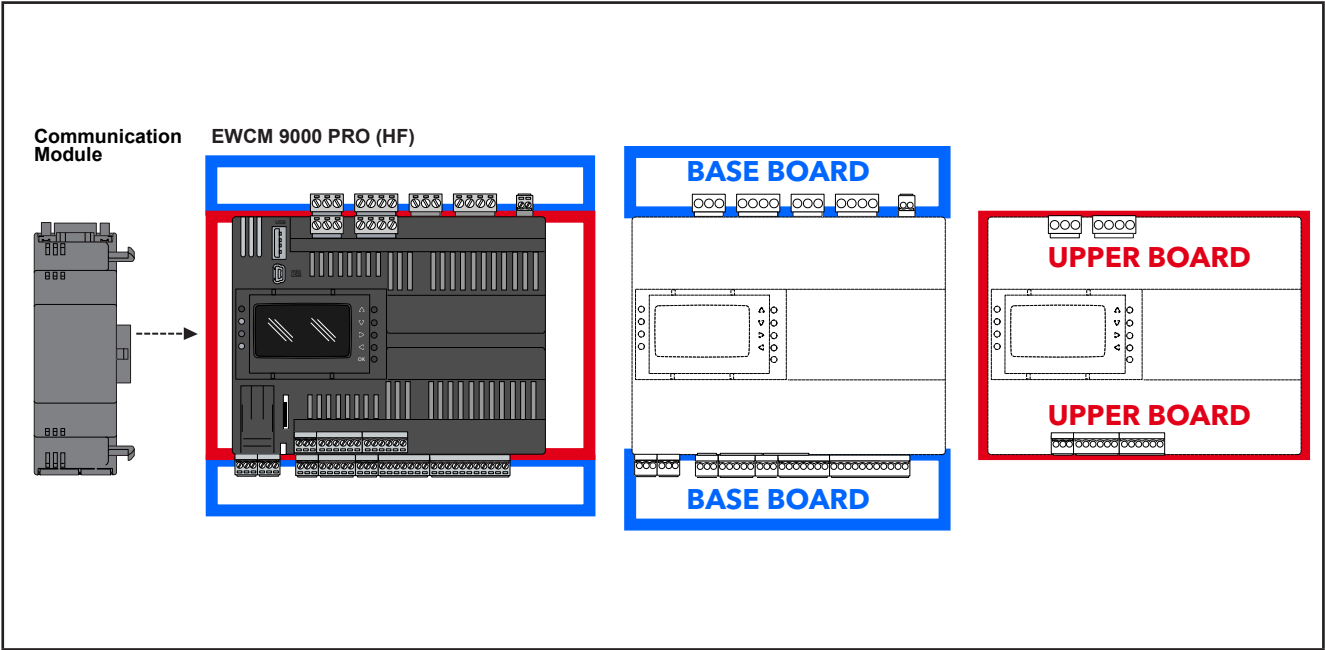

Abb. 2. EWCM 9000 PRO (HF): Basisleitkarte und obere Leiterkarte
1.1.2. Haupteigenschaften von EWCM 9000 PRO (HF)
Das Angebot **EWCM 9000 PRO (HF)** (siehe „Abb. 2“ auf S. 16) beinhaltet eine „Basisleiterkarte“ (Base Board) und eine „Obere Leiterkarte“ (Upper Board).